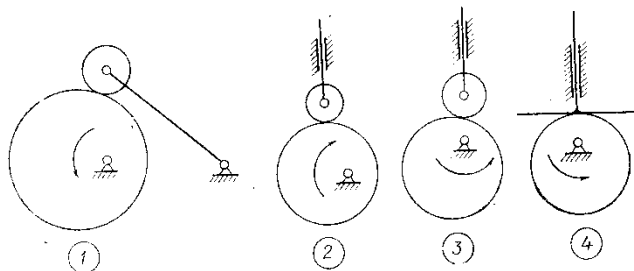

рис. 6.13
36. У какого из четырех изображенных на рис. 6.13 кулачковых механизмов угол давления всегда равен нулю?